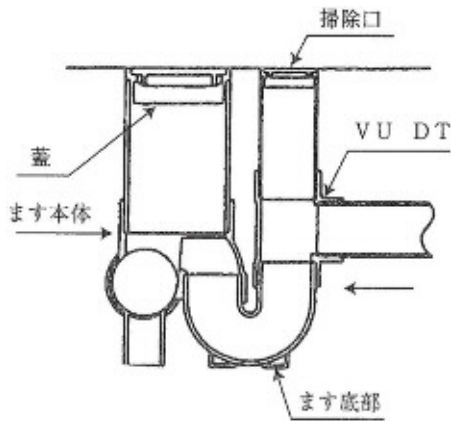

図 6-5 掃除口付き
- 小口径トラップますのます底部とUトラップが連結され、ます内部よりUトラップ部の点検清掃ができる構造であること（図6-5・6-6参照）。
- 小口径トラップますに用いるUトラップの口径は排水管径（50mm以上）と同一とし、封水深さは5cm以上、10cm以下とする（図6-5・6-6参照）。